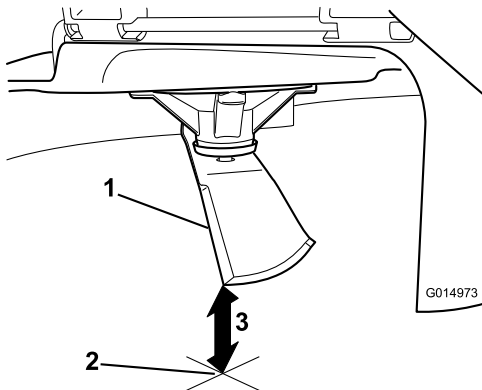

Figure 80
3. Mesurez la distance entre la pointe de la lame et la surface plane (Figure 80).